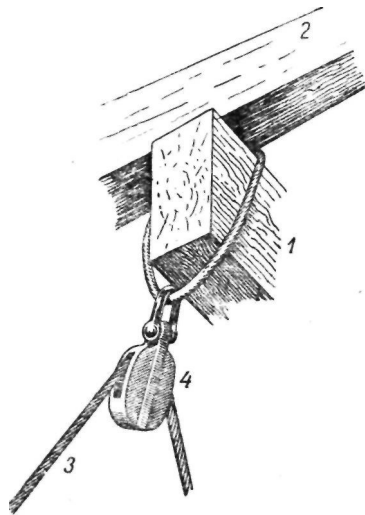

Рис. 50. Крепление отводных блоков гика-топпенантов: 1 — лонга-салинг грот-марса; 2 — краспица грот-марса; 3 — шкентель гика-топпенанта; 4 — отводной блок.
**Грота-гика-топпенанты** (рис. 50). Основывается два — левый и правый, каждый из стального шкентеля и талей, основанных между двумя одношкивными блоками.